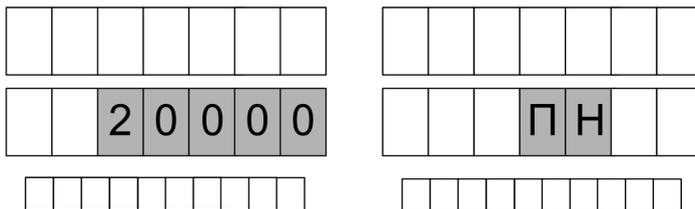

Рисунок 7
11.2 Доза на устройство задается оператором с помощью СУ. В начале нового налива, когда измерительная установка готова к отпуску/приему топлива, мигающими символами в средней строке ЖКИ (при задании дозы в литрах), либо в верхней (при задании дозы в килограммах) отображается значение заданной дозы, а в случае отпуска "Предельный налив" – символы "ПН" (рисунок 7). Это предоставляет удобный способ определить, когда можно начать налив/прием, а также убедиться, что задано требуемое количество топлива.